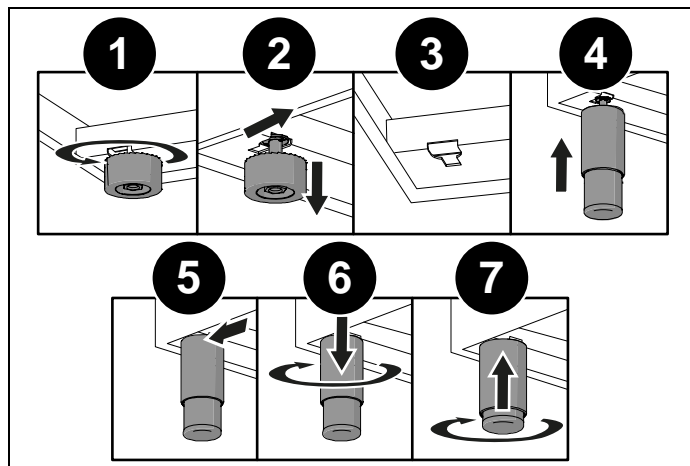

Fig. 5
- smontare i supporti (1 e 2, Fig. 5 ),
- inserire i piedini nello scasso a chiave sulla parte inferiore dell'apparecchio (3 e 4, Fig. 5 ),
- avvitare i piedini fino a fissarli stabilmente alla base (5 e 6, Fig. 5 ),
Regolare l'altezza dei piedini alla giusta altezza (7, Fig. 5 ).
Quando si abbassa l'apparecchio, evitare di mantenere lo sforzo sui piedini (Fig. 5 ). Si suggerisce di usare uno spessore sulla base o un pallet per evitare di inclinare la cucina.